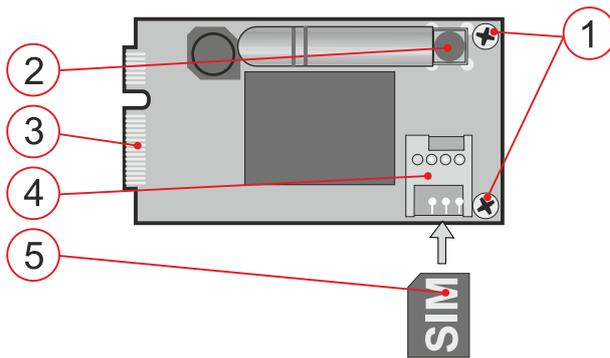

Fig. 1: El comunicador JA-194Y
- Inserte el módulo comunicador en el conector del sistema sobre el panel de control y utilice dos tornillos (1) para fijarlo a la placa.
- Ajuste la antena GSM** en el conector (2) del módulo comunicador (incluida con el JA-194Y). Cuando instale la antena, siga la orientación mostrada en la Fig. 1.